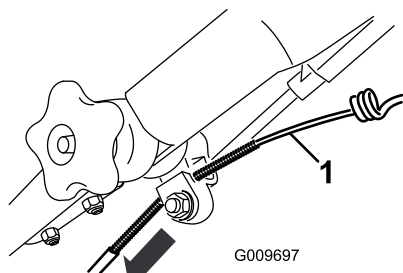

Рисунок 45
3. Сдвигайте оболочку тросика в направлении вниз до полного выбора слабину открытой части тросика (Рисунок 45).